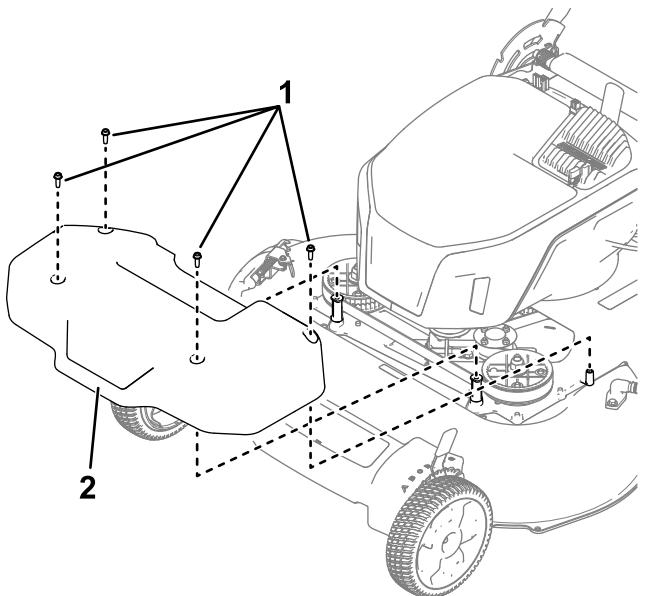

Figure 24
1. Déposez le couvercle du système d' entraînement des lames (Figure 24).